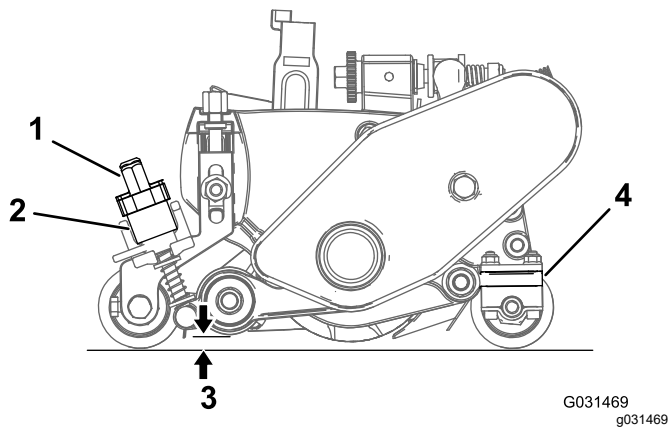

Figura 28
2. Gire las palancas de elevación rápida (Figura 28) a la posición de FUNCIONAMIENTO (palanca orientada hacia la parte delantera de la unidad de corte).
- En el extremo del molinete gromer, mida la distancia entre la punta más baja de la cuchilla del gromer hasta la superficie de trabajo (Figura 28). Gire el pomo del regulador de altura (Figura 28) para elevar o bajar la punta de la cuchilla del gromer a la altura deseada.